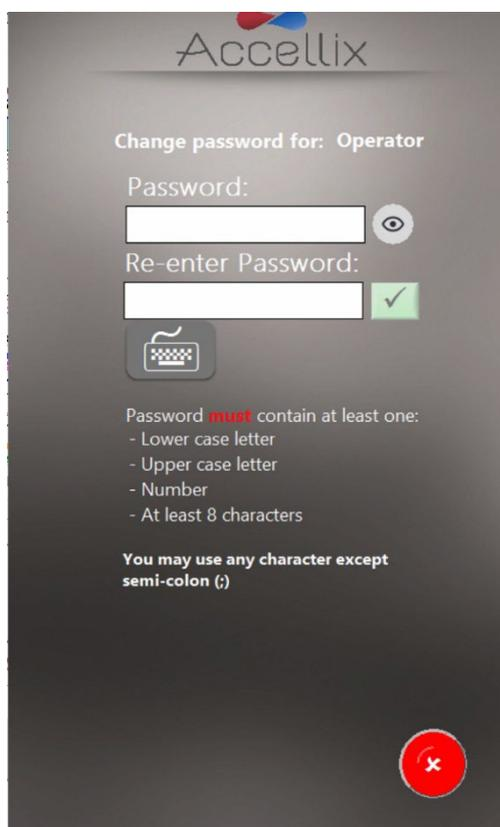

图6：更改密码屏幕
1. 轻触 **Change Password**（更改密码）图标 。随即显示 **Change Password**（更改密码）屏幕（图 6）：